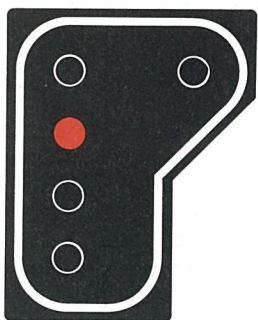

Fig. 1
- **rood** betekent stoppen (fig. 1);